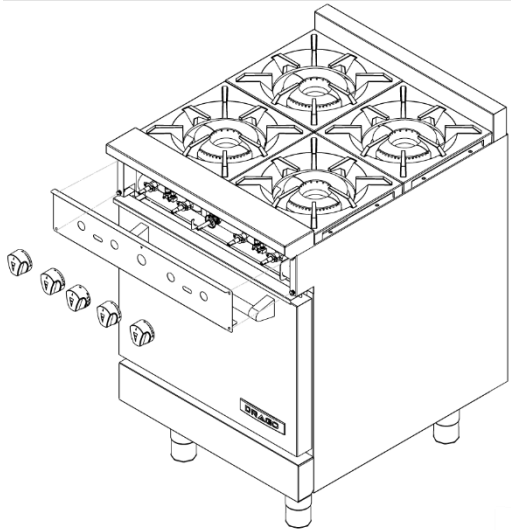

Fig. 9
2. Retirez le panneau avant, dévissez les 4 vis avant qui le maintiennent (fig. 9).